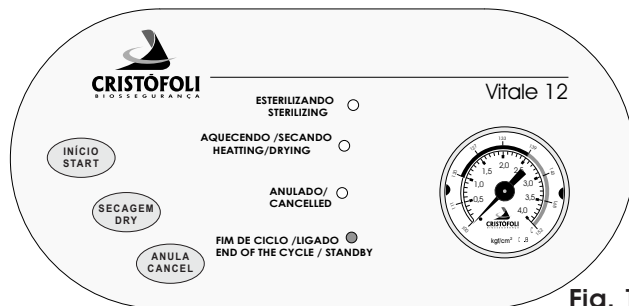
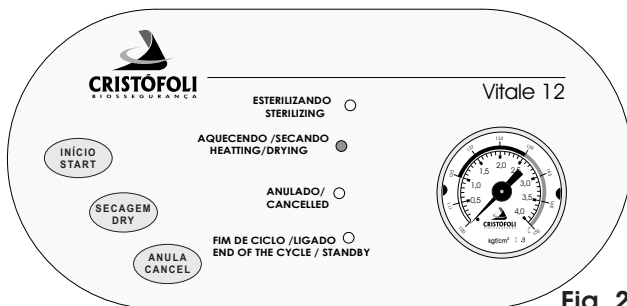

Fig. 19
Fig. 20
- Conecte o cabo de energia à tomada, o LED **Fim de Ciclo/Ligado** acenderá (Fig. 19). Aperte a tecla **INÍCIO**, nesse momento, a autoclave emitirá um bip, o LED **Aquecendo/Secando** estará aceso (Fig. 20), a autoclave iniciará então o aquecimento que poderá variar entre 10 e 30 minutos dependendo das condições de temperatura e altitude do local de trabalho, rede elétrica e quantidade de material carregado. Caso este não seja o primeiro ciclo do dia e a temperatura da autoclave estiver acima de 70 °C, ao apertar a tecla **INÍCIO**, a autoclave soará dois bips e voltará para o modo **Standby** com o LED verde aceso, aguarde mais alguns minutos e tente novamente;
f ► Ao término da esterilização a válvula solenóide se abrirá, poderá ser ouvido seu estalo de abertura e a autoclave soará 1 bip, nesse momento a autoclave despressurizará, ao término da despressurização, o manômetro indicará pressão “0”. A seguir a autoclave emitirá 10 bips e passará para o ciclo de secagem, o LED indicativo **Aquecendo/Secando** acenderá (Fig. 20, pág.13). **Neste momento é necessário que o operador entreabra a porta para a secagem** (Fig. 22).
- 4 ► Caso o material não esteja completamente seco, pode-se optar pela função de secagem extra: mantenha a porta entreaberta, acione a tecla **SECAGEM**. O LED **“AQUECENDO/SECANDO”** acenderá (Fig. 20), o que indica o início do ciclo de 20 minutos. Este ciclo poderá ser interrompido, acionando-se a tecla **ANULA**, caso o operador constate que o material já esteja seco;